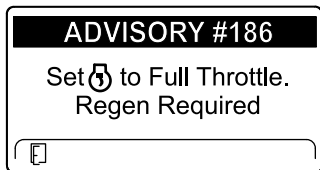

Figura 44
**Nota:** Si la temperatura de los gases de escape del motor es demasiado baja, el InfoCenter muestra el ADVISORY #186 (Aviso n.º 186) (Figura 44) para informarle de que ajuste el motor a velocidad máxima (ralentí alto).